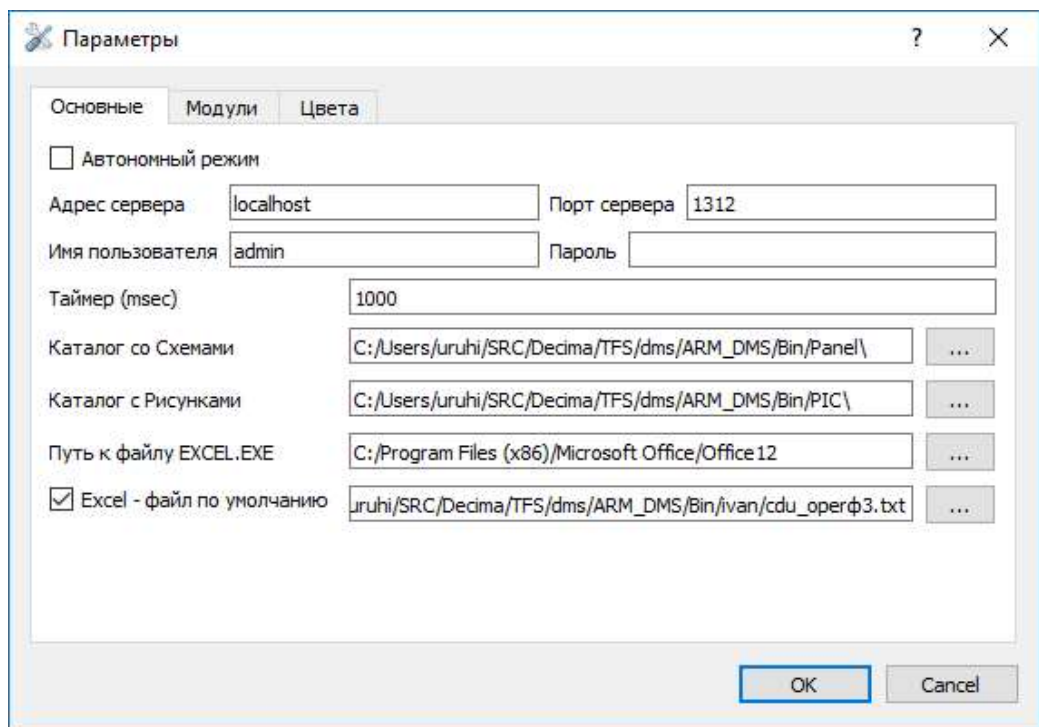

Рисунок 4.11 – Диалог «Параметры»
- «Параметры». Открывается диалоговое окно с настройкой основных параметров АРМ/Р (Рисунок 4.11);